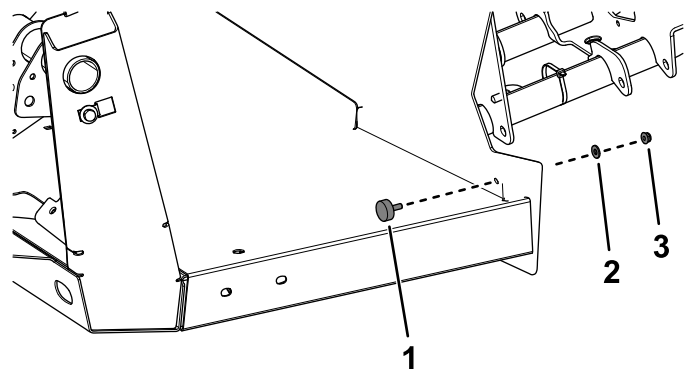

図 24
5. ゴム製バンパーを取り付けるそれぞれの側に、ワッシャ 1 枚とフランジナット 1/4" 1 個を使用する 図 24。